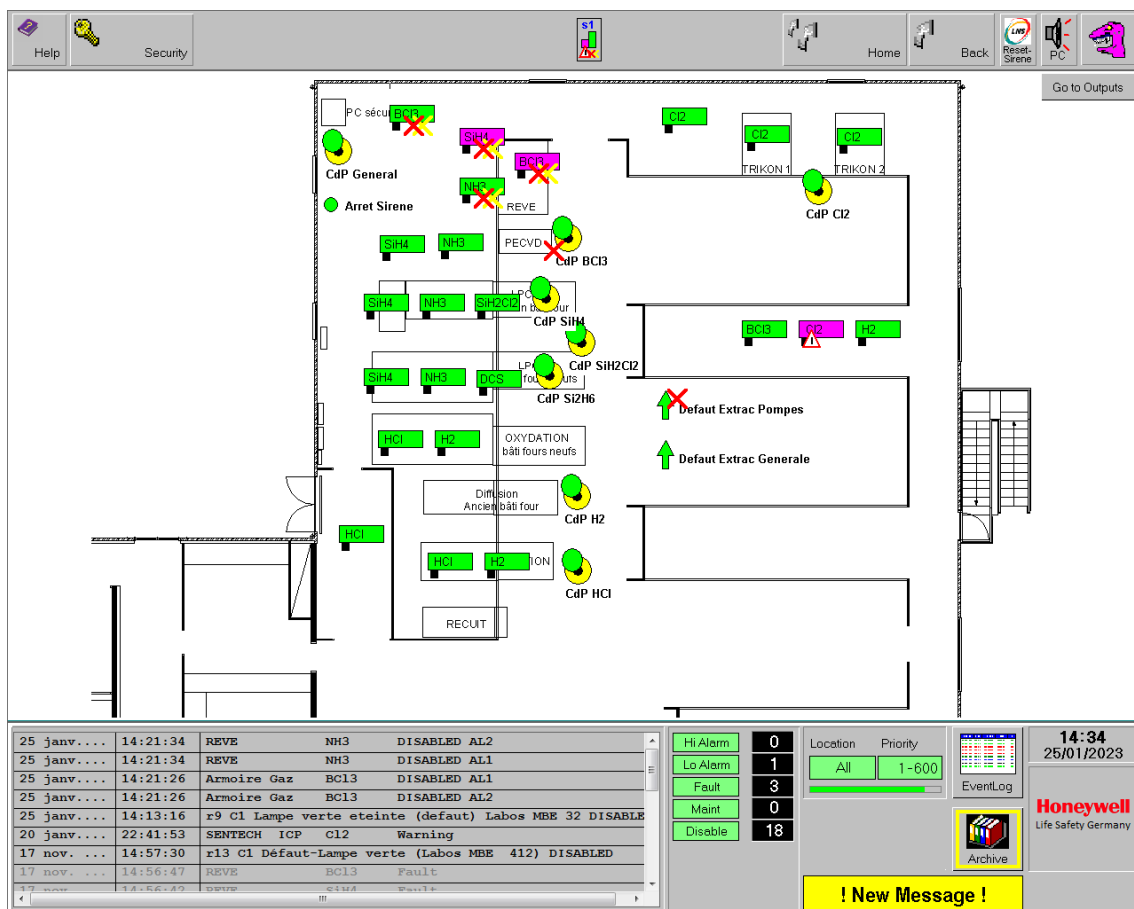

Figure 15: Capteur de gaz SiH4 four LPCVD opérationnel
- L'alarme de capteur gaz est de nouveau opérationnelle (Figure 15)